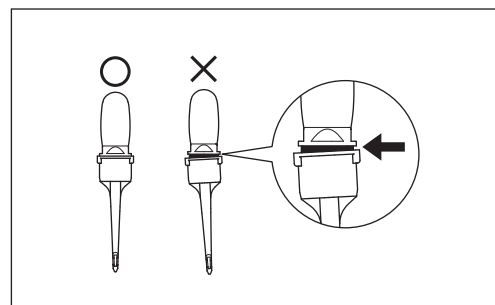

Fig. 28
- Veillez à bien fixer fermement l'insert comme indiqué sur la figure (Fig. 28). Si l'insert n'est pas fixé correctement, il se détachera et pourra être accidentellement ingéré par le patient.